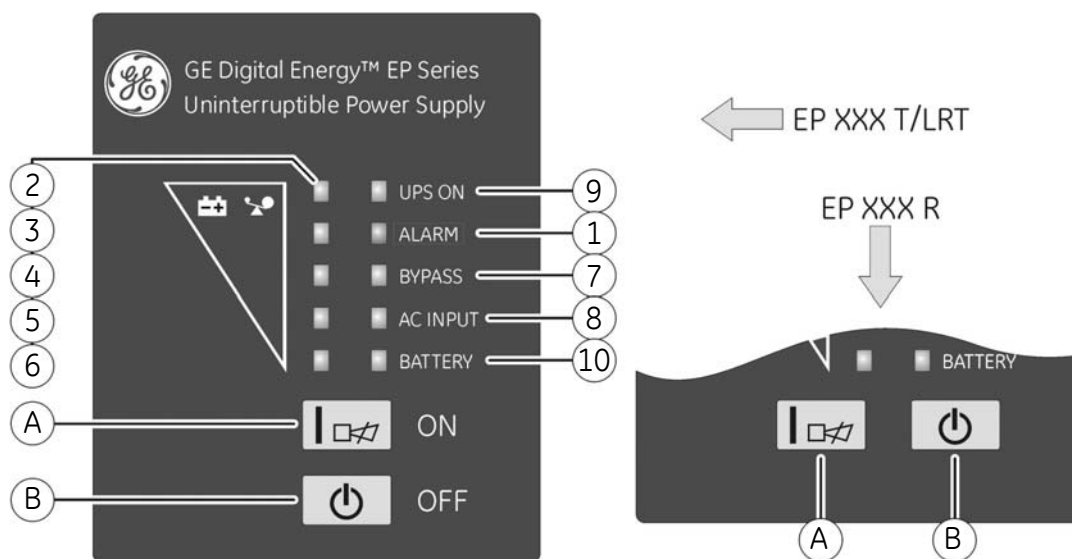

Рис. 4.1. Панель индикации и управления
- 1 Нажмите кнопку 'ON' (А, рис. 4.1) в течение 1 секунды. После прохождения самотестирования, во время которого СИД-ы 2-6 зажгутся и погаснут, зажгутся СИД-ы 'UPS ON' и 'AC INPUT', указывая на запуск ИБП. Линейка СИД (2-6, рис. 4.1) укажет на величину текущей загрузки ИБП в %.
- 1 Нажмите и удерживайте кнопку 'ON' (А, рис. 4.1) в течение 1 сек. После самотестирования СИД-ы 'UPS ON' и 'BATTERY' загорятся, показывая что устройство включено. ИБП работает от батареи: это разряжает батареи. Линейка СИД (2-6, рис. 4.1) укажет на величину текущей загрузки ИБП в %. Выходная частота ИБП будет эквивалентна входной частоте, которая была определена во время последней работы от сети..
- 1 Нажмите кнопку 'OFF' (В, рис. 4.1) более чем на 1 сек. После самотестирования ИБП:
- 1 Нажмите кнопку 'OFF' (В, рис. 4.1) более чем на 1 сек. После самотестирования ИБП полностью выключится.